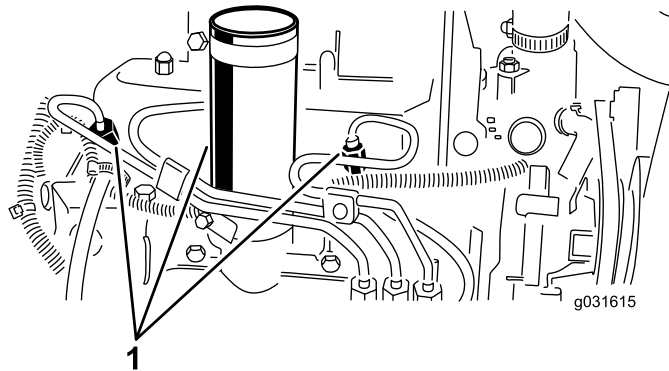

図 53
1. 燃料噴射ポンプの No.1インジェクタノズル 図 53 へのパイプ接続部をゆるめる。